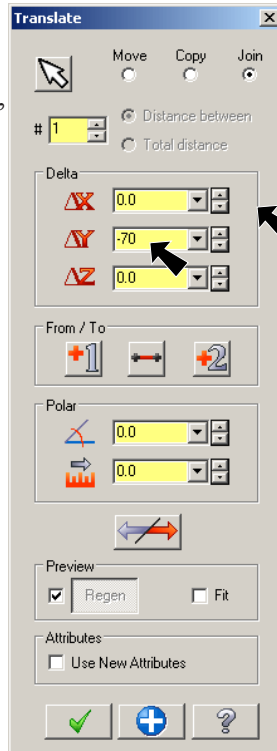

Fig. 24
Step 4. Set: **Join**  **Y to -70** , Fig. 24.